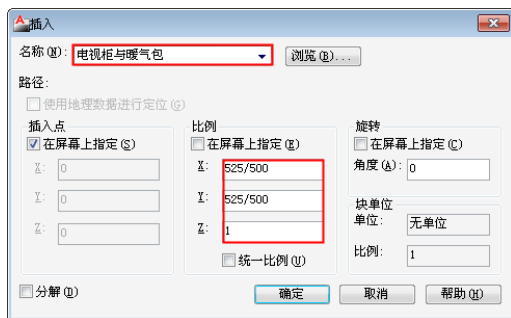

图 17.10 设置各项参数
(11) 系统自动打开【插入】对话框，在对话框内进行设置各项参数，如图 17.10 所示。